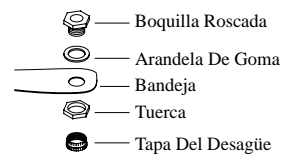

Fig. 2
- **Instale el montaje de desagüe.** Quite la tuerca y pase la boquilla por el agujero de la bandeja, colocando la arandela de goma entre la bandeja y la cabeza de la boquilla (fig. 2). Coloque la tuerca en la boquilla y atorníllela hasta que quede apretada contra la parte inferior de la bandeja. Atornille la tapa del desagüe a la boquilla para retener el agua.